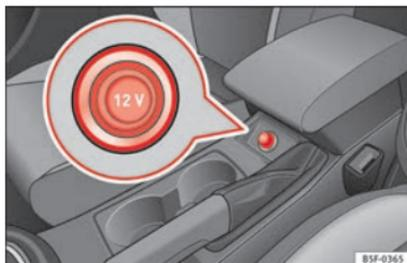

Fig. 157 Console centrale : prise de courant de 12 volts avant/arrière.
- Retirez le connecteur placé sur la console centrale de la prise de courant » » fig. 157.